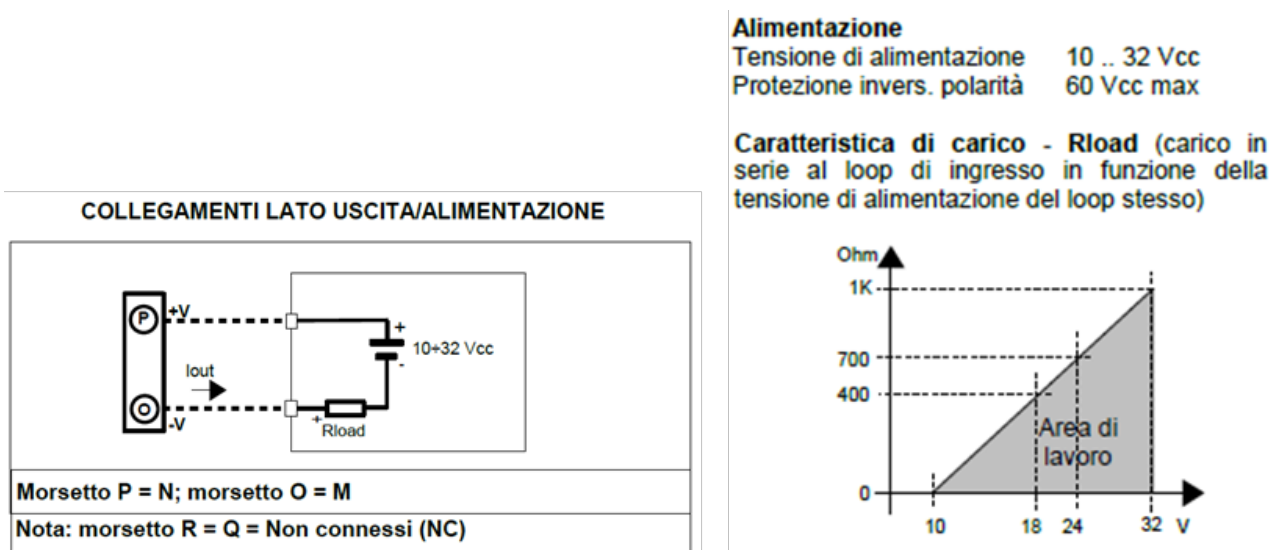

Figura 12. Caratteristica di carico in funzione dell'alimentazione del trasmettitore DAT2015.
È stato necessario utilizzare la tecnica a 2 fili (segnale in ingresso, alimentazione 24V in uscita) per le 7 termocoppie condizionate da Junction Box (JB), a causa dell'alimentazione da fornire ai condizionatori DAT 2015 che richiedono una potenza di circa 1 Wmax/Ch ($P = V^2/R_{load} = 24^2/700 = 0.82 \text{ W}$, $I = V/R_{load} = 24/700 = 34 \text{ mA/Ch}$). (**Figura 12**).